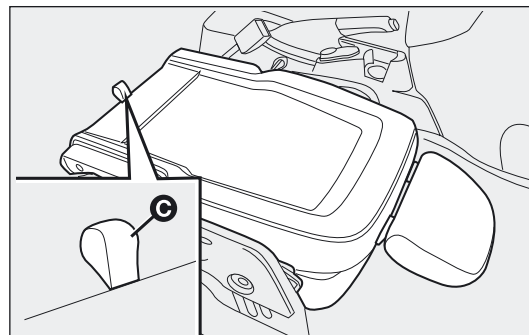

fig. 24
- ☐ trek aan de lip C-fig. 24 en duw de rugleuning nog verder omlaag: de stoel is nu volledig ingeklapt.